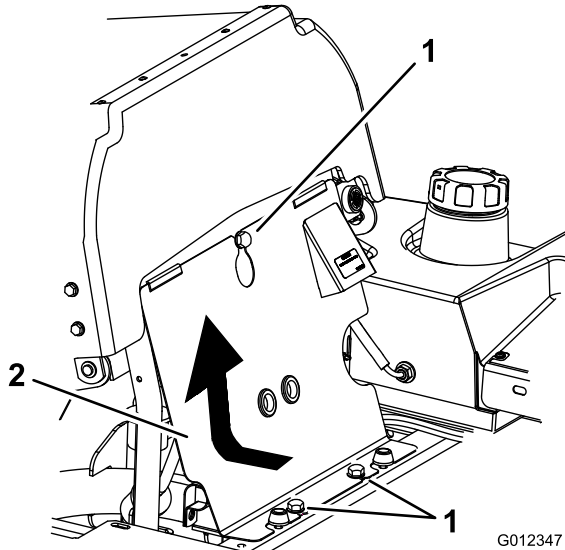

Figura 40
1. Inclinate il sedile in avanti, allentate i bulloni del pannello anteriore del motore e togliete il pannello (Figura 40).